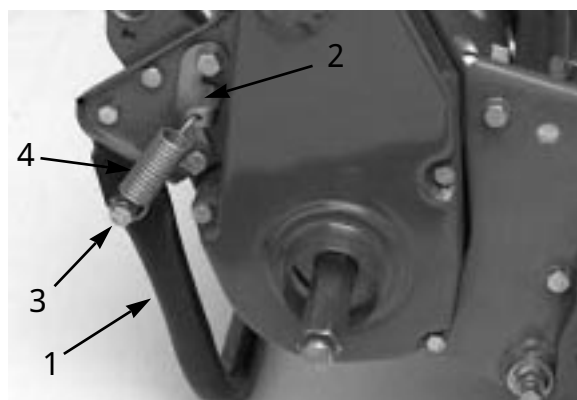

図 3
2. キック・スタンドをフレームに固定する（図3：ロックワッシャ、スペーサ、平ワッシャ、ロックナットを使用）。スペーサはキック・スタンドの取り付け穴に入れる。